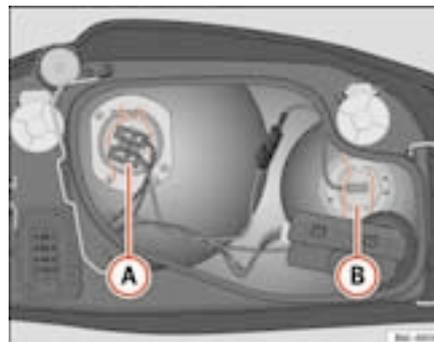

Fig. 146 Lampada anabbaglianti
- Estrarre il connettore del cavo della lampada ① ⇒ fig. 146.